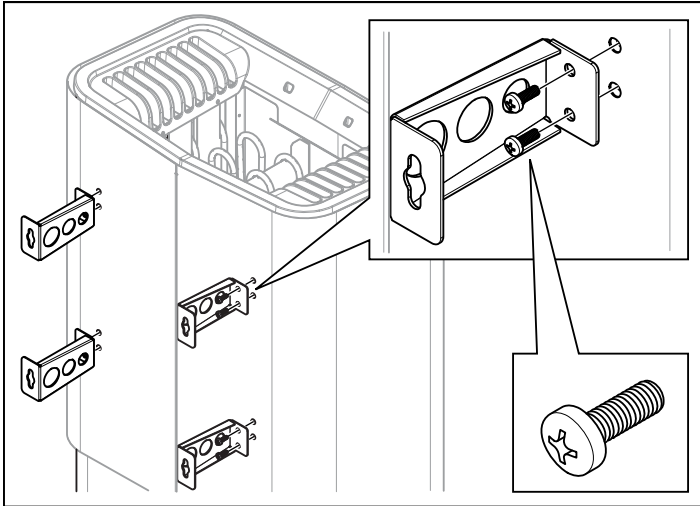

Abb. 9: Montage der Halterungen am Ofen
- Lösen Sie die beiden ersten Schrauben an der Rückseite des Ofens und schrauben Sie eine der vier Halterungen an. Wiederholen Sie dies, um die übrigen Halterungen zu befestigen, siehe Abb. 9.